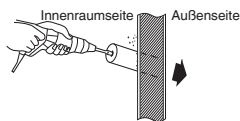

Abb. 3-27
- (8) Wenn die Leitungen und Kabel zur Rückseite des Geräts verlegt werden sollen, müssen die entsprechenden Löcher in der Wand hergestellt werden. (Abb. 3-27)